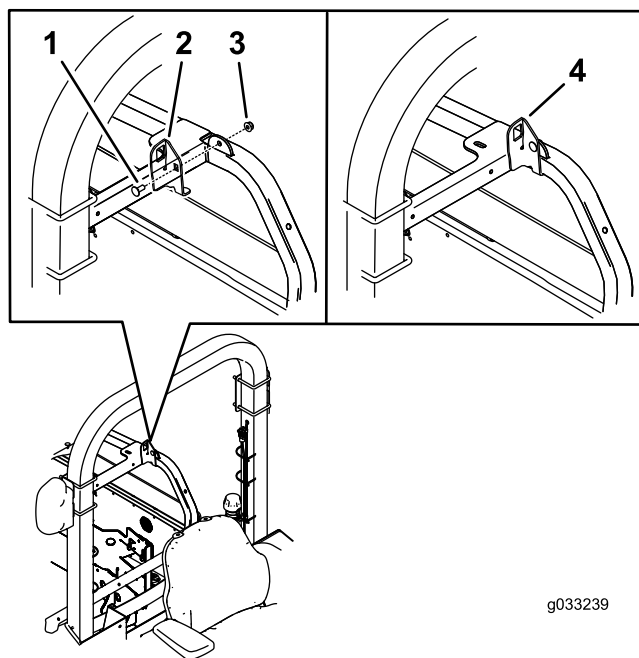

Figura 2
6. Instale el cerradero en el bastidor con un perno de cuello cuadrado (5/16" x 3/4") y una contratuerca (5/16") (Figura 2).